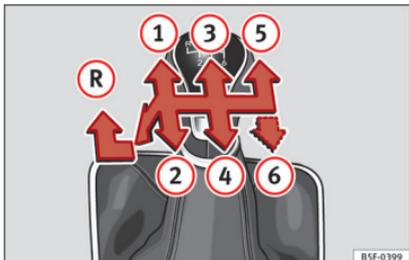

Abb. 51 Schaltschema bei einem 5-Gang bzw. 6-Gang Schaltgetriebe
Auf dem Schalthebel sind die Positionen der einzelnen Fahrgänge dargestellt » Abb. 51.
- Schalthebel auf Leerlauf stellen und nach unten drücken, ganz nach links und dann nach vorne schieben um den Rückwärtsgang » Abb. 51 **R** einzulegen.